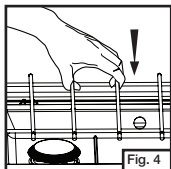

Fig. 4
- Mettez le porte-plat tel qu'illustré. (Fig. 4)